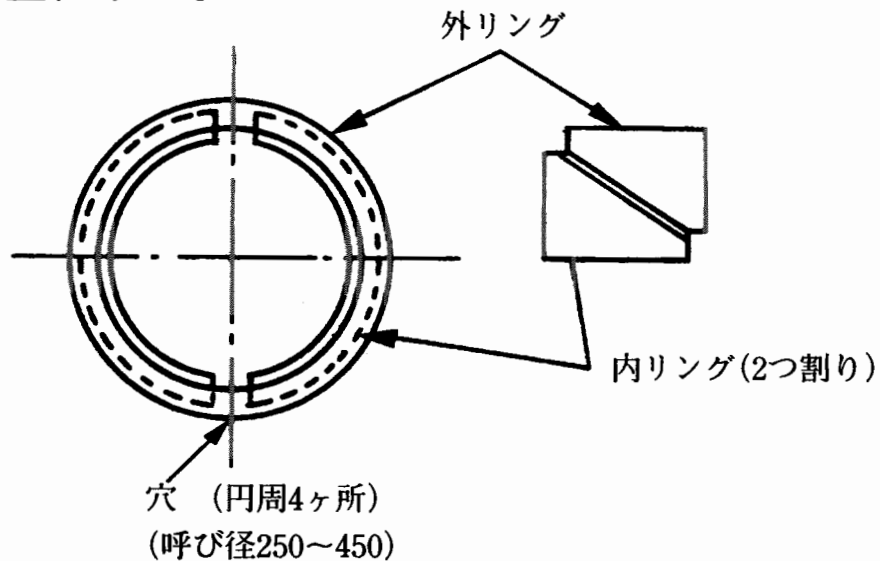

図24 ねじリング方式
- (1) 切管用挿し口リングは、図24に示す2つ割りの内リングと外リングからなる。取り付け前に、ねじ部の塗装がはがれている場合には、その箇所をダクタイル鉄管補修用塗料で塗装する。